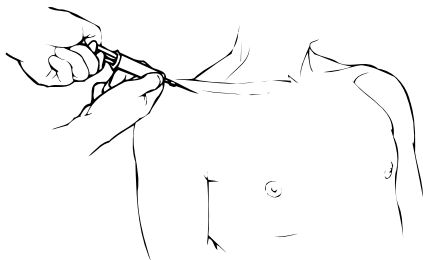

Рис. 2. Введение иглы
2. Подсоедините одноразовый шприц к игле. Введите иглу как можно латеральнее, стремясь ввести ее немного выше и позади яремной ямки. По мере продвижения иглы осторожно проводите аспирацию (см. рис. 2).